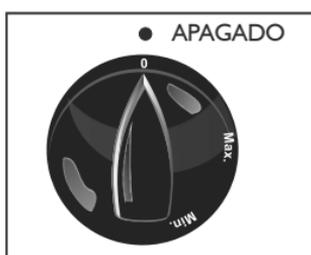

Figura 10
- Que la perilla esté en la posición de APAGADO (Ver figura 10)